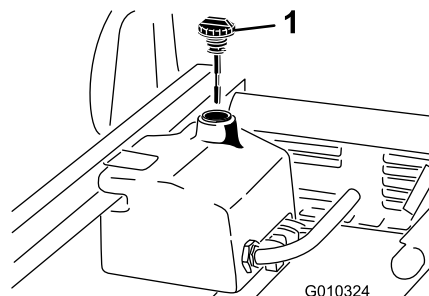

Figura 70
4. Curăai zona din jurul buonului i a capacului rezervorului de ulei hidraulic (Figura 70).
6. Îndepărtai joa (Figura 70) de la buon i tergei-o cu o lavetă curată.